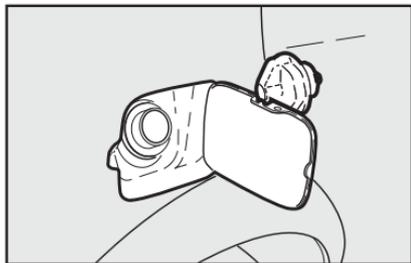

fig. 160
- Luego de retirada la tapa de su alojamiento, colóquela en el soporte sobre la puerta **fig. 160**.